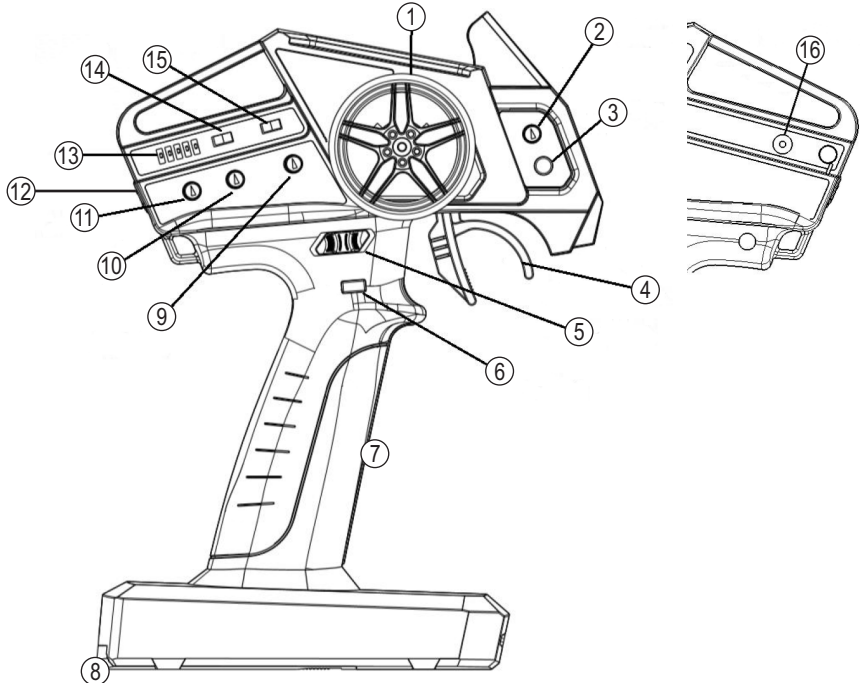

Bild 1
- Bewegen Sie den Ein-/Ausschalter (siehe Bild 1, Pos. 12) nach oben.
- Die LEDs (Bild 1, Pos. 13) zeigen den Batterie-/Akkuzustand an, je weniger LEDs leuchten, umso niedriger ist dieser:
Der Sender verfügt an der Seite über eine Ladebuchse (Bild 1, Pos. 16), über die eingelegte Akkus geladen werden können (Abmessungen/Polarität/Ladestrom siehe Kapitel „Technische Daten“).
- Drehregler „ST-TRIM“ (Bild 1, Pos. 9): Mittel-/Neutralstellung des Lenkservos (bzw. Geradeausfahrt des Fahrzeugs) einstellen, siehe Kapitel 11.6
- Drehregler „GYRO LV / ST-D/R“ (Bild 1, Pos. 11): Nur wenn der Gyro im Empfänger **ausgeschaltet** ist: Begrenzung des Maximalausschlags des Lenkservos, siehe Kapitel 11.7
- Reverse-Schalter „ST“ (Bild 1, Pos. 14): Richtungsumkehr für Lenkfunktion, siehe Kapitel 11.8
Mit dem Gashebel (Bild 1, Pos. 4) wird der am Empfänger-Kanal 2 angeschlossene Fahrtregler gesteuert. Wird der Gashebel in Richtung Griff gezogen, muss das Fahrzeug vorwärts fahren (Geschwindigkeit abhängig von der Hebelstellung). Schieben Sie den Gashebel vom Griff weg, muss das Fahrzeug rückwärts fahren (sofern die Rückwärtsfahrt im Fahrtregler aktiviert ist).
- Drehregler „TH-TRIM“ (Bild 1, Pos. 2): Mittel-/Neutralstellung des Antriebs (Antriebsmotor steht) einstellen, siehe Kapitel 11.9
- Drehregler „TH-D/R“ (Bild 1, Pos. 10): Begrenzung der Maximalgeschwindigkeit, siehe Kapitel 11.10
- Reverse-Schalter „TH“ (Bild 1, Pos. 15): Richtungsumkehr für Fahrfunktion, siehe Kapitel 11.11
Sollte das Fahrzeug während dem Fahren die Tendenz aufweisen, nach links oder rechts zu ziehen, obwohl sich das Steuerrad in der Mittelstellung befindet, so stellen Sie am Sender mit dem Drehregler „ST-TRIM“ (siehe Bild 1, Pos. 9) die Trimmung für die Lenkung entsprechend ein.
Während dem Verstellen zeigt eine der LEDs (Bild 1, Pos. 13) die Trimmposition an; nach ca. 5 Sekunden ohne Bewegung des Drehreglers wechselt die LED-Anzeige wieder zurück zum Batterie-/Akkuzustand.
Der Drehregler „GYRO LV / ST-D/R“ (Bild 1, Pos. 11) hat zwei verschiedene Funktionen, je nachdem, ob der Gyro im Empfänger eingeschaltet oder ausgeschaltet ist.
Mit dem Drehregler „GYRO LV / ST-D/R“ (Bild 1, Pos. 11) kann die Gyro-Empfindlichkeit verändert werden. Eine ausführliche Beschreibung finden Sie in Kapitel 12.
Mit dem Drehregler „GYRO LV / ST-D/R“ (Bild 1, Pos. 11) lässt sich der maximale Lenkwinkel begrenzen, wodurch sich das Fahrzeug bei schneller Fahrt besser steuern lässt, da es feinfühlig reagiert.
Während dem Verstellen zeigt eine der LEDs (Bild 1, Pos. 13) die Einstellung an; nach ca. 5 Sekunden ohne Bewegung des Drehreglers wechselt die LED-Anzeige wieder zurück zum Batterie-/Akkuzustand.
Mit dem Schiebeschalter „ST“ (Bild 1, Pos. 14) kann die Bewegungsrichtung des Lenkservos umgekehrt werden (z.B. wenn Sie den Sender mit der rechten Hand festhalten und mit der linken Hand steuern).
Falls das Fahrzeug nicht stehen bleibt, wenn Sie den Gashebel für die Vorwärts-/Rückwärtsfahrt loslassen (Mittel-/Neutralstellung) so stellen Sie am Sender mit dem Drehregler „TH-TRIM“ (Bild 1, Pos. 2) die Trimmung für die Fahrfunktion entsprechend ein.
Während dem Verstellen zeigt eine der LEDs (Bild 1, Pos. 13) die Trimmposition an; nach 5 Sekunden ohne Bewegung des Drehreglers wechselt die LED-Anzeige wieder zurück zum Batterie-/Akkuzustand.
Über den Drehregler „TH-D/R“ (Bild 1, Pos. 10) lässt sich die Fahrgeschwindigkeit begrenzen. Dies kann dazu benutzt werden, um sich mit dem Fahrzeug und dessen Reaktionen vertraut zu machen - oder auch für Anfänger, die noch wenig Erfahrungen mit so schnellen Fahrzeugen haben.
Während dem Verstellen zeigt eine der LEDs (Bild 1, Pos. 13) die Einstellung an; nach ca. 5 Sekunden ohne Bewegung des Drehreglers wechselt die LED-Anzeige wieder zurück zum Batterie-/ Akkuzustand.
Normalerweise muss das Fahrzeug vorwärts fahren, wenn Sie am Sender den Gashebel zum Griff hin ziehen. Ist dies nicht der Fall, so können Sie mit dem Schiebeschalter „TH“ (Bild 1, Pos. 15) die Bewegungsrichtung des Antriebs umkehren.